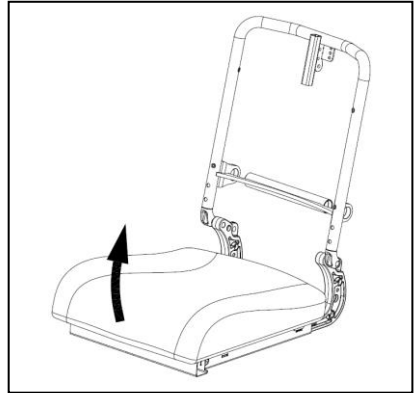

Abb. 3.1
abnehmen (Abb. 3.1)
1. Nehmen Sie den Sitz vom Stuhl, indem Sie ihn nach oben ziehen (Abb. 3.1).